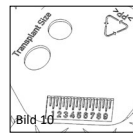

Bild 10
■ **Bild 10** Millimeterskalan är till för allmänna jämförande mätningar, som kan vara till hjälp i samband med en operation av mellanörat. I princip kan baksidan också användas som förvaringsplats eller preparationsfält för olika förlöpp, som t.ex. transplantatbearbetning eller mellanlagring.